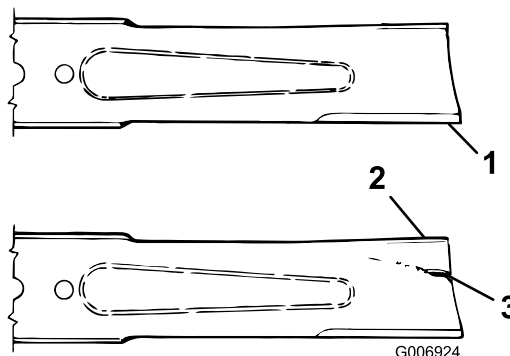

Figure 102
3. Examinez attentivement les tranchants de la lame, particulièrement au point de rencontre de la partie plane et de l'ailette (Figure 102).
4. Remplacez la lame si elle est usée (Figure 102); voir Entretien du plan de la lame \(page 71\).
Si la lame est trop usée, une entaille se forme entre l'ailette et la partie plane (Figure 102). La lame peut alors se briser et un morceau peut être projeté du dessous de la machine, vous blessant gravement ou une personne à proximité.